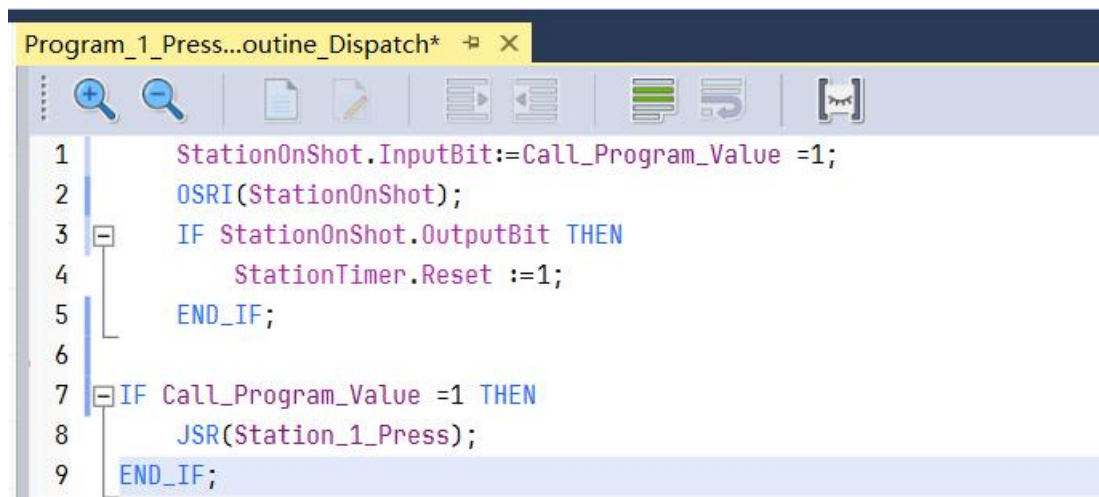

图 1-28 调用子程序逻辑
24. 判断条件如果成立的话，则跳转执行 Station_1_Press 子程序，开始执行压缩机部件的冲压工序。在 THEN 之后添加 JSR 指令，操作字为被调用子程序的名称。如图 1-28 所示。注意程序的顺序，跳转指令在清除定时器指令之后执行。